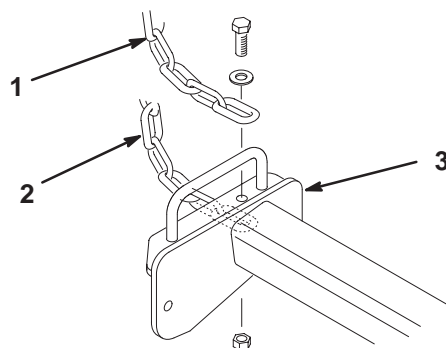

Figure 11
3. Fixez la chaîne de basculement en haut des bâtis porteurs des plateaux de coupe de 27" et en bas des bâtis porteurs des plateaux de coupe de 32" à l'aide d'une vis d'assemblage, d'une rondelle et d'un contre-écrou (Fig. 11).